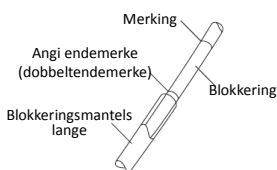

Fig.2
- Når du skyver blokkeringsspissen ut av endotrakealslangelommen, må du sørge for å gripe blokkeringshåndtaket nær blokkeringsmantelslangen (området mellom endemerket for innstilling og det første dybdemerket, som vist i Fig. 2). Ellers kan den knekke eller ødelegge blokkeringshåndtaket.